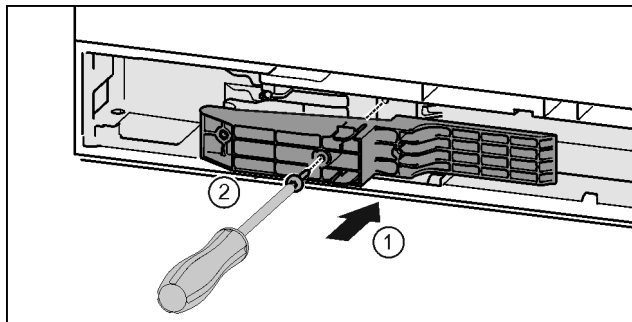

Fig. 43 *
- ▶ Adapterstück auf der Griffseite in die Aussparung einsetzen. Fig. 43 (1)*
- ▶ Schrauben mit Schraubendreher T15 festschrauben. Fig. 43 (2)*